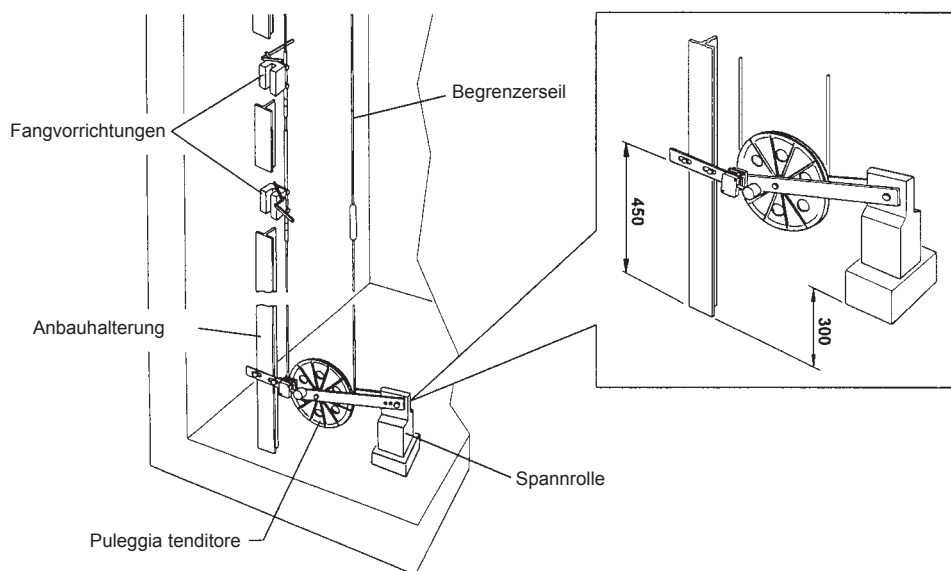

Abb. 11
Bei richtiger Montage sollte das Spanngewicht eine leicht nach oben gewinkelte Lage einnehmen (ca. 300 mm, Abb. 11).
- el contrapeso nunca puede estar en contacto con el suelo (fig. 11); en caso contrario, el limitador de velocidad queda fuera de servicio.